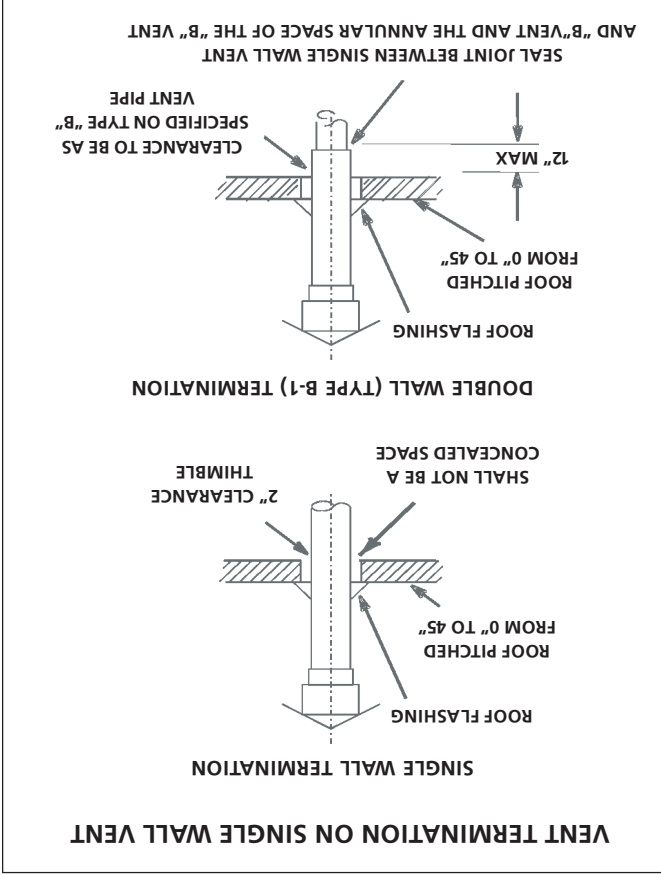

FIGURE 2
8. Lorsque son extrémité passe par un mur combustible extérieur, l'évent doit être soutenu au moyen d'un manchon d'écartement homologué. Lorsque les autorités locales l'autorisent, vous pouvez remplacer le manchon par une section unique d'un tuyau d'évent de type B-1. Dans le cas d'une extrémité d'évent de type B-1, respectez les distances de sécurité indiquées par le fabricant. Etanchez le joint entre le tuyau à paroi simple et celui à paroi double et l'espace annulaire du tuyau à paroi double, comme illustré à la figure 2. Le bord intérieur du té d'extrémité de l'évent doit être d'au moins 30,5 cm (12 po) à partir du mur externe, comme illustré à la figure 3.